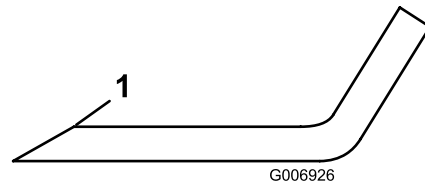

Bild 61
3. Untersuchen Sie die Schnittkanten aller Messer. Schärfen Sie alle stumpfen und ausgekerbten Schnittkanten. Schärfen Sie nur die Oberseite der Schnittkanten und behalten dabei den ursprünglichen Schnittwinkel bei, um die Schärfe des Messers zu gewährleisten (**Bild 61**). Das Schnittmesser behält seine Auswuchtung bei,